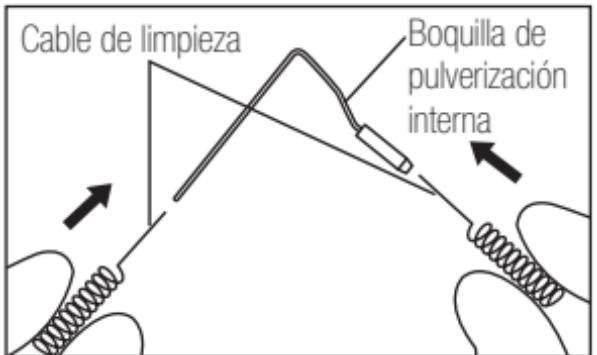

Fig. 8
- 1) Inserte el cable de limpieza directamente en las boquillas de pulverización externa e interna. (Fig. 8,9)